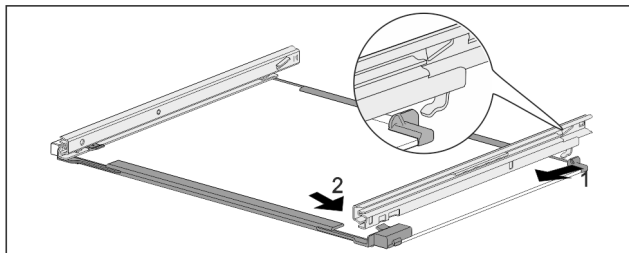

Fig. 143 Glasplatte mit Schienen
- ▶ Schiene hinten einhaken. Fig. 143 (1)
- ▶ Schiene vorne einrasten. Fig. 143 (2)